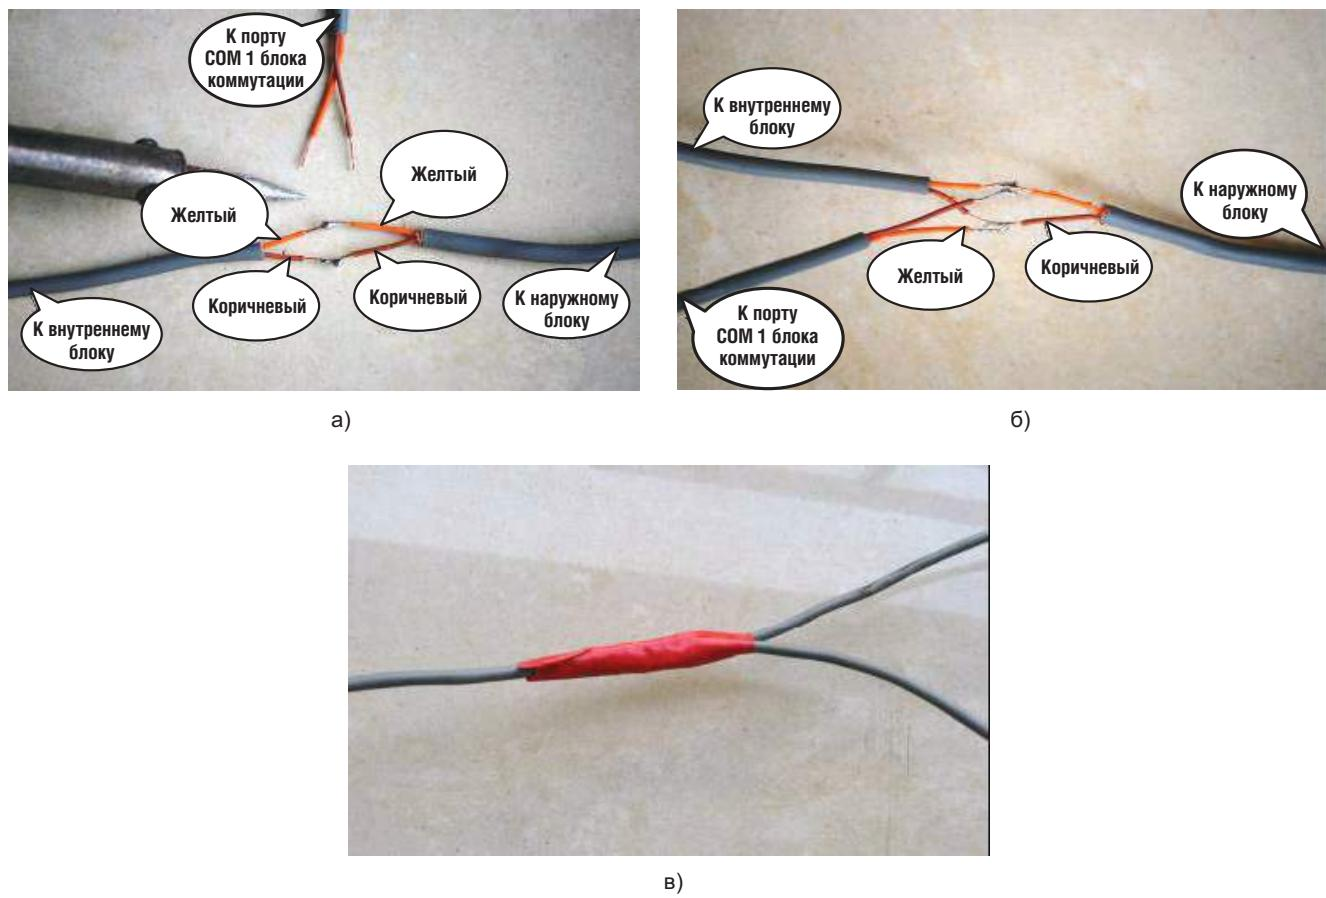

Рис. 7.29
7.5.11.7 Припаяйте концы проводов кабелей внутреннего и наружного блоков (Рис. 7.29а).
Внимание! Коричневый провод кабеля блока коммутации припаивается к желтым проводам кабелей внутреннего и наружного блоков, а желтый провод кабеля припаивается к коричневым проводам кабелей внутреннего и наружного блоков (Рис. 7.29б).
Место пайки оберните изоляционной лентой (Рис. 7.29в).